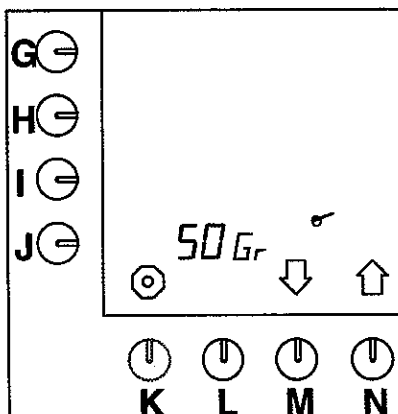

Fig. 38 Indstilling af kaffeberegneren
- Tryk på valgknappen (N.)↑, indtil fig. 38 vises i displayet.